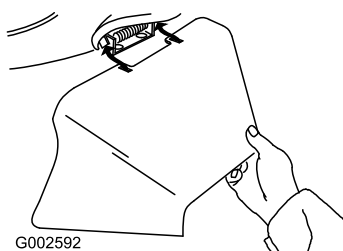

Figure 31
3. Instale el conducto de descarga lateral y cierre la puerta sobre el conducto (Figure 31).